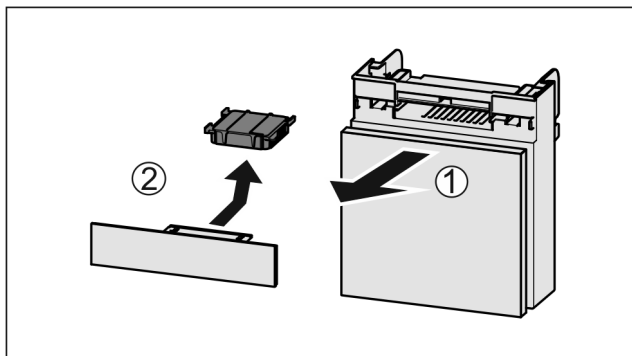

Fig. 148
- ▶ 向前拉出 Fig. 148 (1) 抽屉。
- ▶ 取出 Fig. 148 (2) 活性炭过滤器。